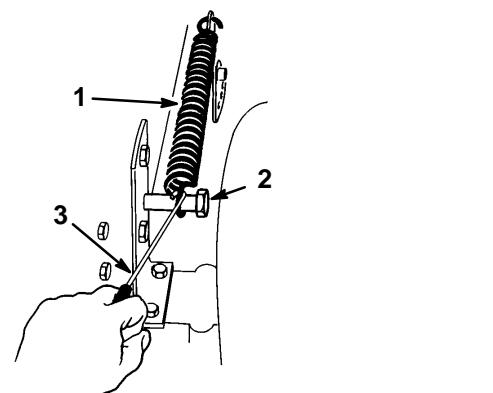

Figure 36
- Détacher du boulon de fixation le ressort compensateur de hauteur de coupe (Fig. 36), à l'aide du crochet fourni avec la machine. Ce ressort se trouve entre le châssis et la roue arrière droite.